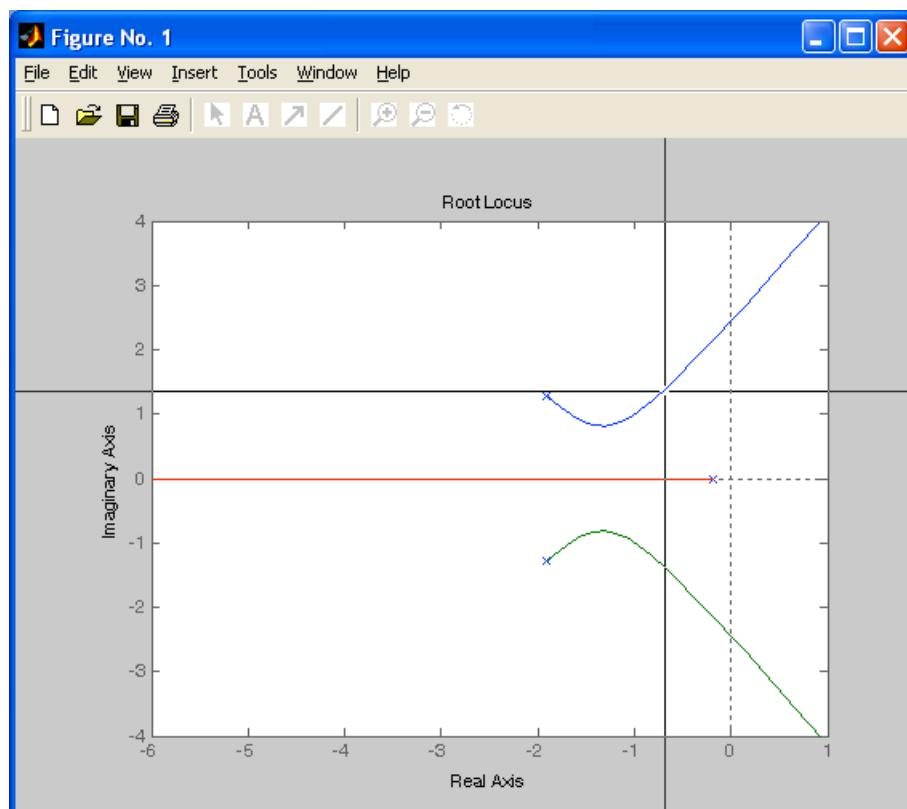

Figura 5.3: Seleção de um ponto sobre o lugar das raízes
A mensagem "Select a point in the graphics window" será mostrada na janela de comando do MATLAB e um cursor e forma de cruz aparecerá na janela de figura, aguardando que um ponto seja selecionado. No exemplo a seguir (figura 5.3) foi considerado o lugar das raízes do sistema descrito como exemplo no item 5.1.
Os resultados correspondentes são exibidos na janela de comando assim que um ponto for selecionado. Para o exemplo da figura 5.3, tem-se: